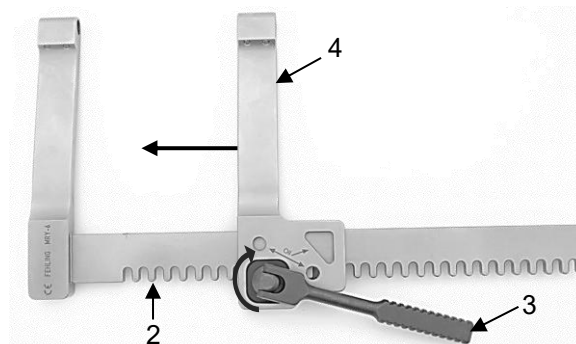

Fig. 17
Veiller à ce que les deux bras écarteurs soient orientés dans le même sens comme indiqué à la Figure 17.
Tourner le levier d'entraînement (3) dans le sens horaire pour déplacer le bras écarteur mobile (4) sur la crémaillère (2) vers l'intérieur dans le sens du bras écarteur fixe (1) (Fig. 17).